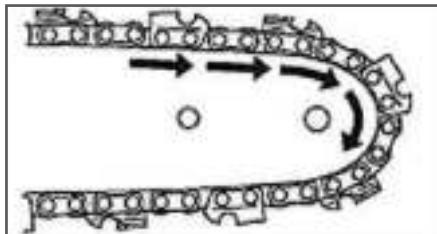

Рис. 2. Направление вращения цепи
- Установите ведущие звенья пильной цепи в паз направляющей шины. При установке цепи следите за тем, чтобы режущая кромка зуба была расположена вперед по ходу движения цепи, т.е. по часовой стрелке (Рис. 2).